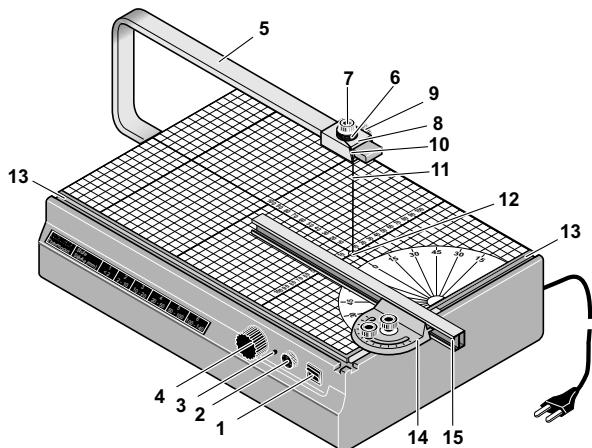
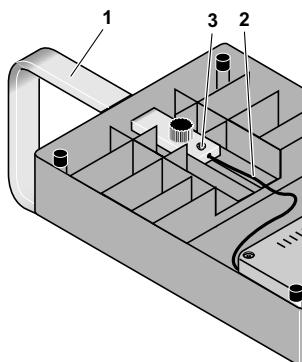

Fig. 1
Fig. 2
Gesamtansicht (Fig 1):
Befestigen Sie zuerst den Bügel 1 (Fig. 2) mit Hilfe der beigefügten Rändelschraube an der Unterseite des Gerätes. Befestigen Sie nun das Kabel 2 mit Hilfe der Schraube 3 am Bügel. Ziehen Sie die Schraube gut an, damit der elektrische Kontakt (10.5 Volt Sicherheitskleinspannung) gewährleistet ist. Schieben Sie nun den Spulenträger 8 (Fig. 1) auf den Arm, und befestigen Sie ihn mit der Schraube 9.
3. Öffnen Sie durch Drehen der Rändelschraube 4 (Fig. 1) die untere Drahtaufnahme.
10. Schalten Sie das Gerät am Schalter 1 (Fig. 1) ein
Nach einer längeren Betriebsdauer kann es durch Oxidation der Kontaktstelle am oberen Bügel zu Funktionsstörungen des Gerätes kommen. Dies ist dann der Fall, wenn der Spulenträger (Pos. 6, Fig. 1) lange Zeit an einer Stelle verbleibt und nicht gelegentlich z. B. zum Gehrungsschneiden bewegt wird. Abhilfe ist ganz einfach: Lösen Sie einfach die Befestigungsschraube des Spulenträgers, bewegen diesen etwas hin und her und ziehen Sie die Befestigungsschraube wieder an.